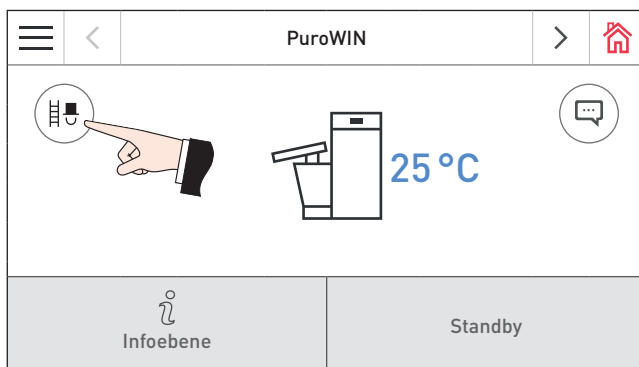

Fig. 33 Homescreen PuroWIN mit Direktschnecke
► Kaminkehrer-Taste (🔧) am Homescreen des Kessels (Fig. 33) drücken.